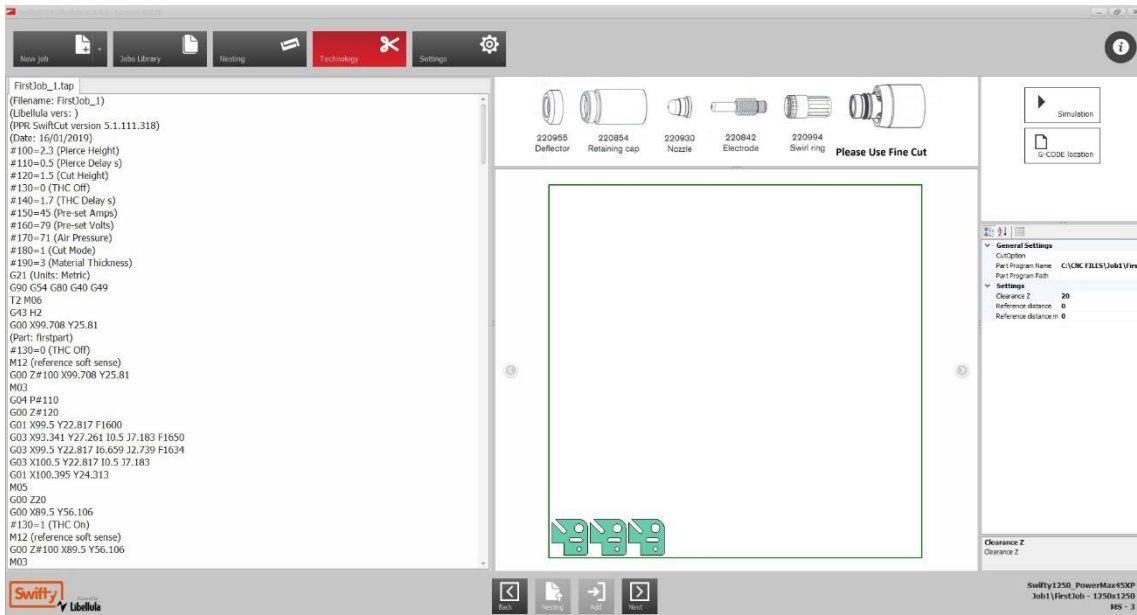

Fig. 57 Preview van het G-codebestand
1. Het G-codebestand waarmee de machine wordt aangestuurd wordt opgeslagen op de standaardlocatie 'C:\CNC FILES' in een mapstructuur die overeenkomt met de eerder ingevoerde taaknaam. In de G-codepagina (Fig. 57) wordt een preview van het G-codebestand weergegeven.